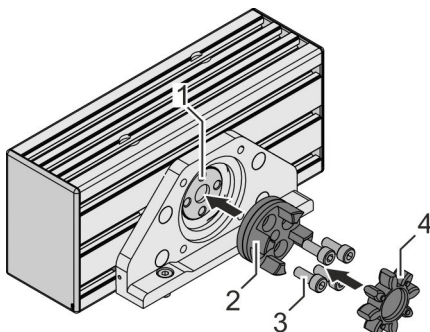

Abb. 31: Schraubnabe montieren
1. → Schraubnabe (Abb. 31/2) der Kupplung auf die Zahnriemenwelle (Abb. 31/1) setzen.
2. → 4 Schrauben (Abb. 31/3) diagonal im Wechsel festziehen.
3. ➤ Zahnkranz (Abb. 31/4) in die Schraubnabe (Abb. 31/2) einsetzen.
Darauf achten, dass die Klemmnabe (Abb. 35/3) auf der Motorwelle korrekt in die Schraubnabe (Abb. 31/2) auf der Zahnriemenwelle greift.